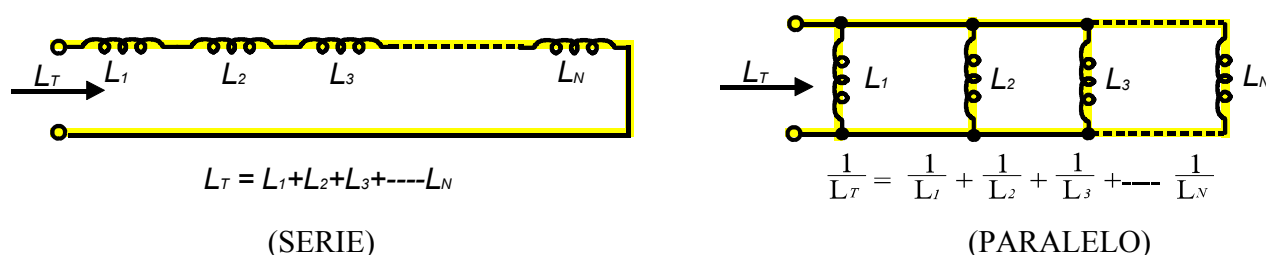

Figura 5, Inductores en serie y paralelo
Recuerde un inductor, es un simple alambre enrollado. La capacidad de una bobina al oponerse al cambio de corriente es una medida de la inductancia  $L$  de la bobina. La inductancia se mide en henrios (H). Para inductores en serie, la inductancia total se encuentra en la misma forma como las resistencias en serie, figura 5. Por lo tanto, la inductancia total de inductores en paralelo se encuentra en la misma forma que las resistencia en paralelo, figura 5. La idea principal para recordar es: Los inductores sumados en *paralelo reducen* la inductancia total y los inductores sumados en *serie aumenta* la inductancia total.